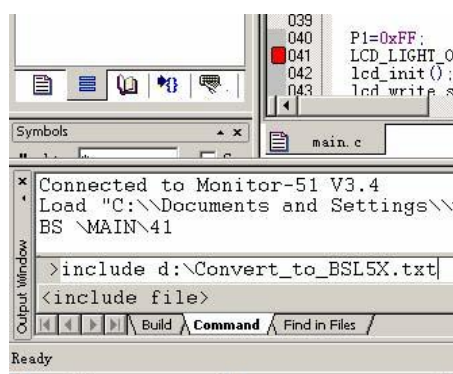

图12. 执行恢复BSL操作
3. 在keil界面下方的命令行输入如“include d:\Convert_to_BSL5X.txt”或“include d:\Convert_to_BSLx5xRD2.txt”（具体路径根据您的情况有所不同，但路径中不要含有中文字符,可将文件拷贝到根目录使用）。如图12所示。按回车执行恢复过程。